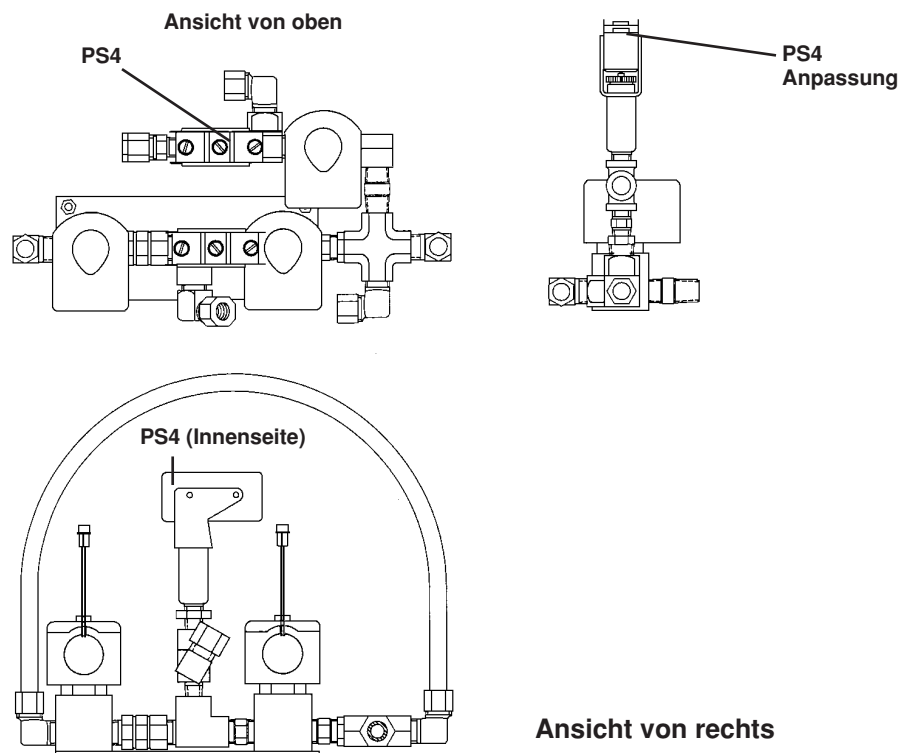

Abbildung 5-4 Druckwächter PS4 und Einstellungsstandort
2. Wenn der Plasmagas RUN-Druck nicht schnell den in den Schneidtabellen **nach der Lichtbogenübertragung** angegebenen Wert erreichen, muß möglicherweise PS4 angepaßt werden. Die rechte Seite der Stromquelle entfernen. Den Druckwächter PS4 unter Berücksichtigung von Abbildung 5-4 auf den Stromquellenboden positionieren und durch das Drehen der PS4 Einstellungsschraube in Uhrzeigersinn anpassen.